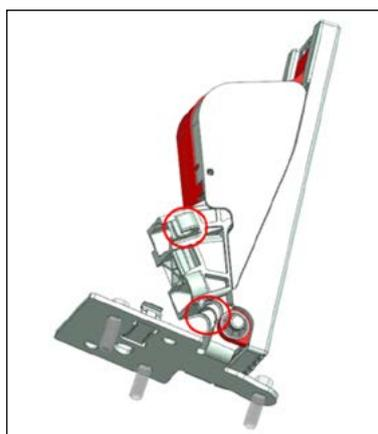

Figura 5-1-38
2. Antes de instalar o pedal, verifique se os foles do chicote elétrico estão presos nos cliques correspondentes (3 no total conforme mostrado na *Figura 5-1-38*) para evitar que o chicote elétrico seja comprimido.